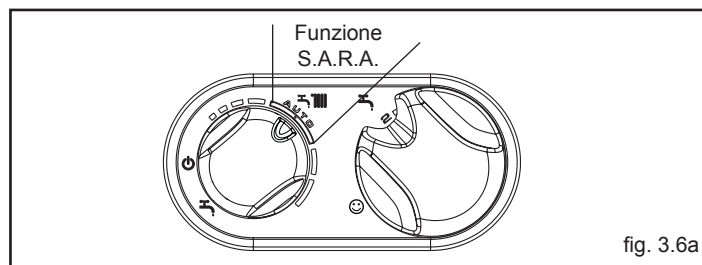

fig. 3.6a
Funzione Sistema Automatico Regolazione Ambiente (S.A.R.A.) fig. 3.6a
- Lampeggiante veloce (frequenza 0,1 sec. acceso 0,1 sec. spento durata 0,5) ingresso/uscita funzione S.A.R.A. (Sistema Automatico Regolazione Ambiente) - fig. 3.6a.